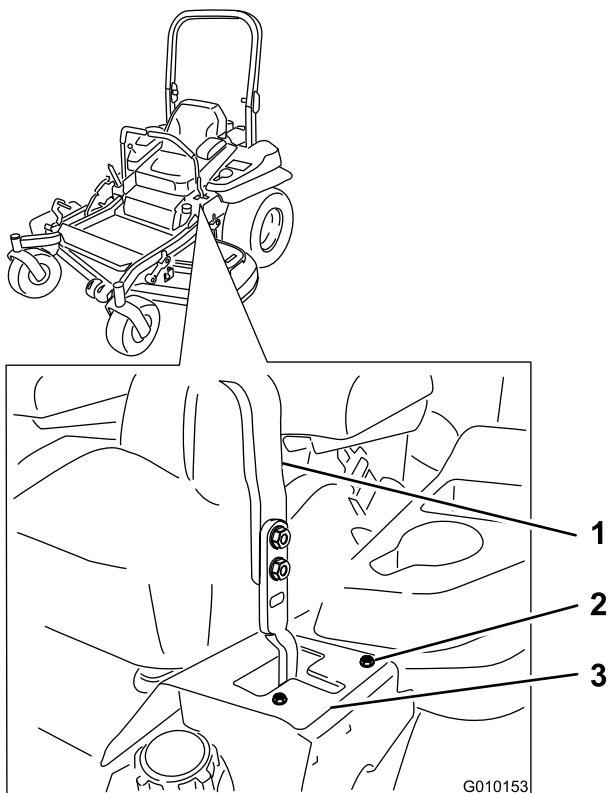

Figure 60
- Si la machine se déporte à droite, desserrez les boulons et déplacez la plaque de butée gauche en arrière sur la fente en T gauche, jusqu'à ce qu'elle se déplace en ligne droite (Figure 60).
- Si la machine se déporte à gauche, desserrez les boulons et déplacez la plaque de butée droite en arrière sur la fente en T droite, jusqu'à ce qu'elle se déplace en ligne droite (Figure 60).
- Serrez les boulons de la plaque (Figure 60).